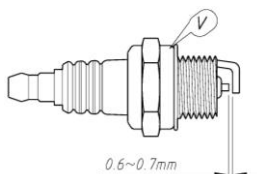

Fig.11
- Controllare la distanza tra gli elettrodi. La distanza deve essere compresa tra 0,6mm e 0,7mm (Fig.11). Se necessario, regolare la distanza piegando con cautela l'elettrodo laterale.